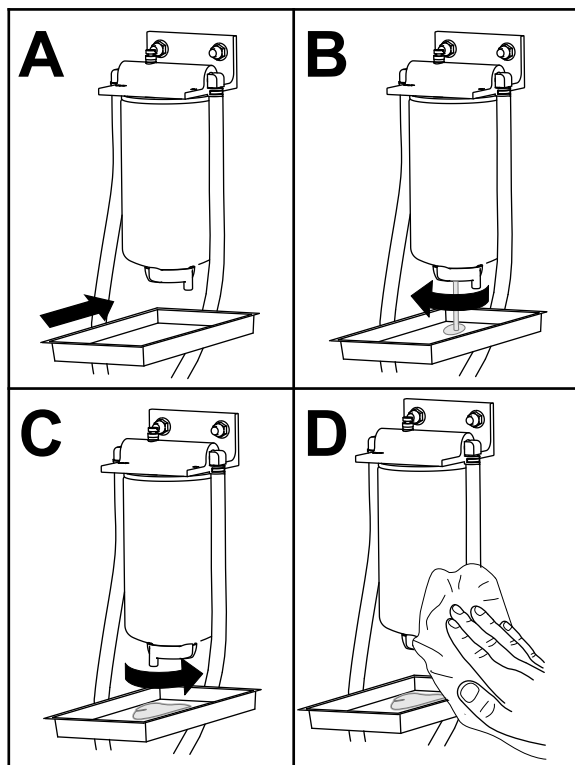

図 53
- 図 53 に示すようにして、燃料/水セパレータから水を流し出す。